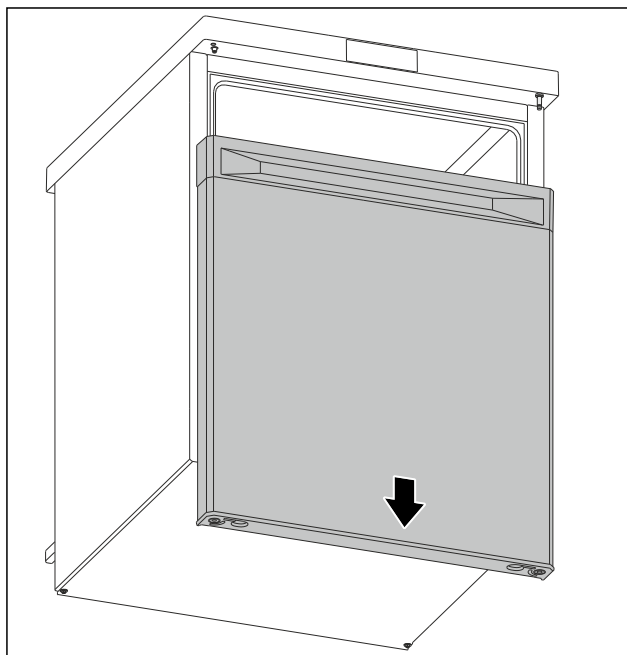

Fig. 6
- ▶ Zdjąć drzwi w dół. (patrz Fig. 6)